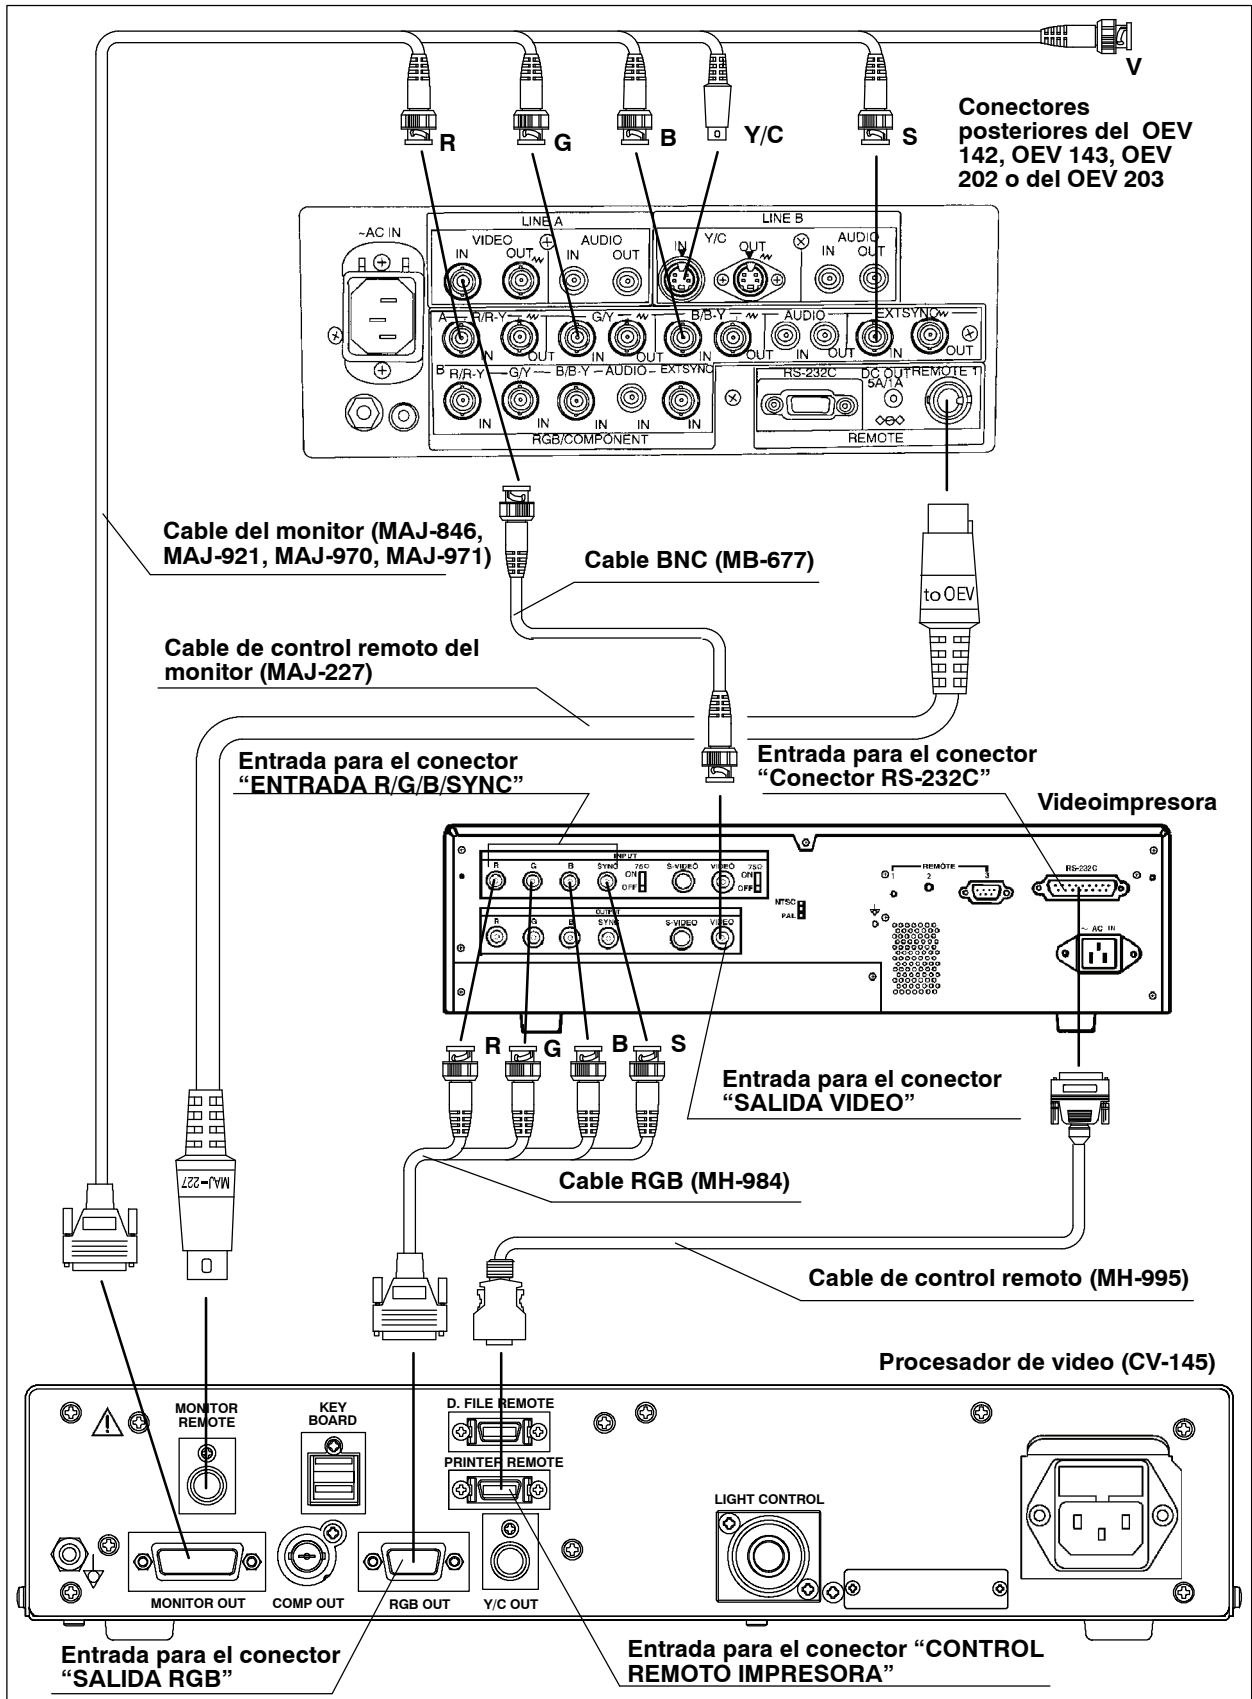

Figura 3.18
5. Conecte los extremos opuestos de este cable a la videoimpresora, como se explica en el manual de instrucciones de la videoimpresora (ver también figura 3.18).